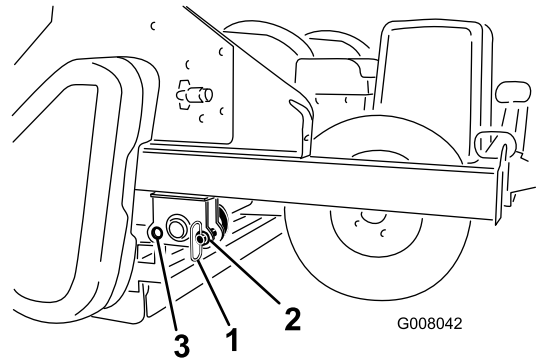

図 20
7. プロセッサを使う際には、格納保管用ピンを前穴から外して後穴に差し込んでください 図 20。